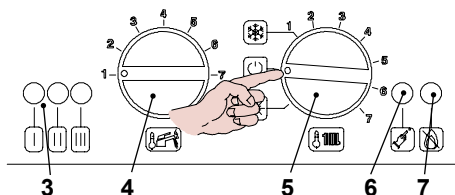
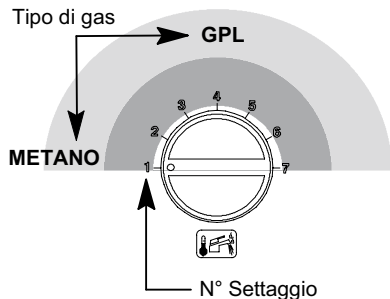

Figura 8.3
Figura 8.6
- Posizionare il selettore 5 come indicato in Figura 8.3 ; la lampada di segnalazione 3 lampeggia ad intermittenza circa ogni 4 secondi.
- Tenere premuto il pulsante di ripristino 6 in Figura 8.3 per circa 10 secondi, la lampada di blocco 7 inizierà a lampeggiare.
- Premere il pulsante di ripristino 6 in Figura 8.3 tante volte (4 volte) fino alla visualizzazione delle spie di segnalazione 3 in Figura 8.3 come in Figura 8.5 (legenda spie Figura 8.2).
Per visualizzare il settaggio impostato tenere premuto il pulsante di ripristino 6 in Figura 8.3 per circa 5 secondi. Le spie di segnalazione 3 in Figura 8.3 lampeggeranno un numero di volte pari al settaggio (Figura 8.6).
- Per cambiare il settaggio ruotare la manopola regolazione temperatura sanitari 4 in Figura 8.3 e posizionarla per il **tipo di gas** prescelto Figura 8.6 (nella figura es. manopola settata per **gas Metano**), la lampada di segnalazione blocco 7 in Figura 8.3 lampeggia velocemente.
- Per memorizzare il settaggio premere il pulsante di ripristino 6 in Figura 8.3 per circa 5 secondi, le spie di segnalazione 3 in Figura 8.3 lampeggiano tutte quante simultaneamente come in Figura 8.8 (legenda spie Figura 8.2).